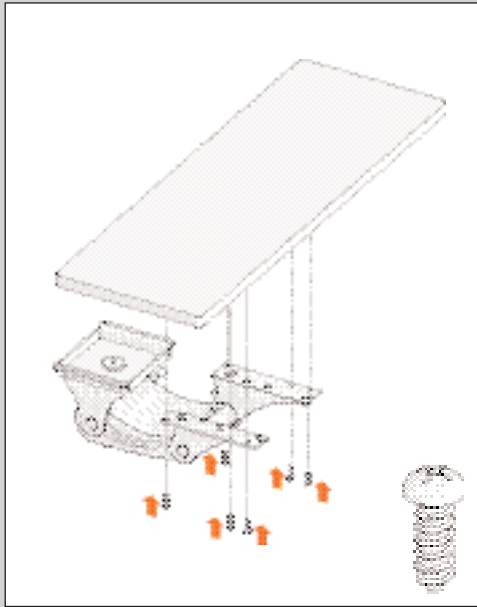

ABBILDUNG 76
3. Schrauben Sie den Mikroarm am PC-Tastaturboden fest (siehe Abb. 76). Der PC-Tastaturboden verfügt über vorgebohrte Löcher an der unteren Seite.